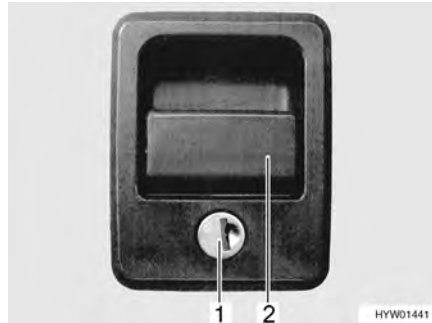

Bild 36 Lucklås med greppkåpa
- Stick in nyckeln i låscylindern (Bild 36,1) och vrid ett kvarts varv. Lucklåset är upplåst.
- Drag i låshandtaget (Bild 36,2). Den utvändiga luckan är öppen.